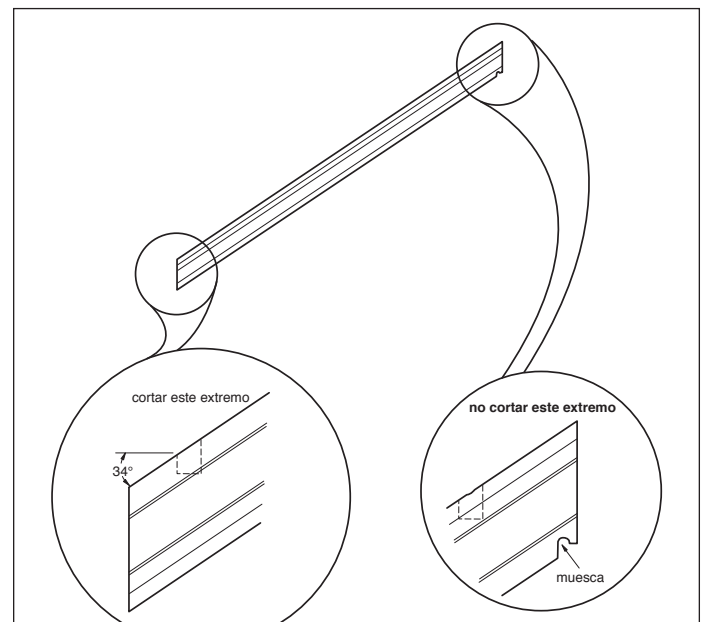

fig. 2
Paso 1: Mide la distancia entre los postes y, si es necesario, corta los rieles de 2x4 a medida recortando el extremo sin muesca. Los balaústres y los rieles fueron colocados a 34 grados, de modo que si necesitas cortar los rieles y el pasamanos, córtalos en un ángulo de 34 grados (**fig. 2**). Corta el pasamanos en el mismo extremo que los rieles.